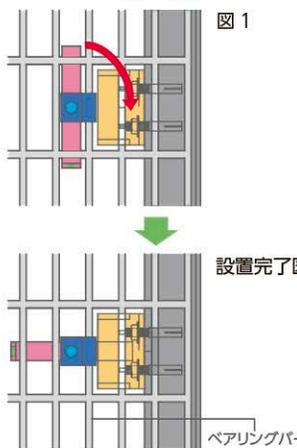
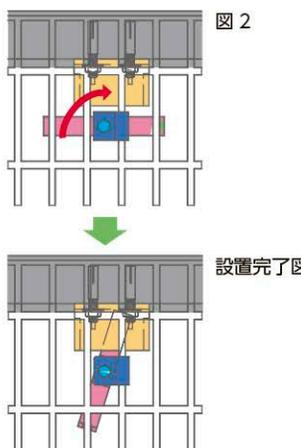

図1
図2
図のようにT型レンチ等で上から押しつけたまま時計回りに回転させて(図1参照)タイプNI型の下部金具を連結させようとするベアリングバーに直角に合わせる。(※下部金具の長側を連結側に向ける)
- 4 タイプNⅢ型(A,B,C)は、前後左右いずれのコンクリート壁面にも取り付け可能です。(図1、2参照)
図のようにタイプNⅢ型のボルト頭部をT型レンチ等で上から押し下げる。T型レンチ等で上から押しつけたまま時計回りに回転させて(図1及び図2参照)タイプNⅢ型の下部金具をアタッチメントに合わせる。